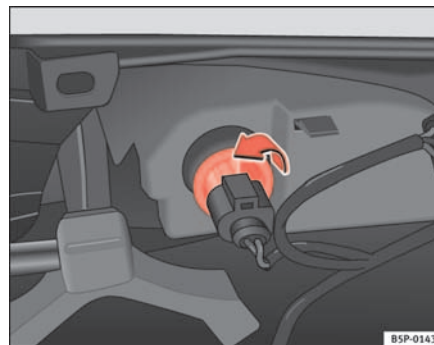

Fig. 192 Indicatore dal lato interno del paraurti
- Girare il portalampade verso sinistra, ed estrarlo seguendo il senso della freccia ⇒ fig. 192.